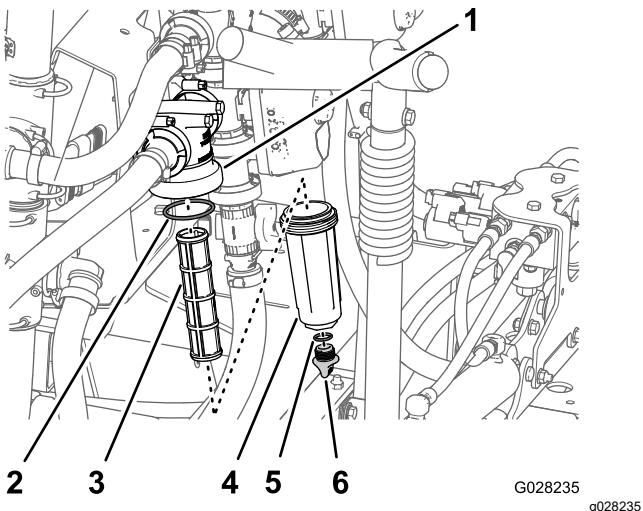

Figura 102
2. Alinhe um recipiente de escoamento debaixo do filtro de pressão (Figura 102).
3. Rode o tampão de drenagem no sentido contrário ao dos ponteiros do relógio e retire-o do recipiente do filtro de pressão (Figura 102).
4. Rode o recipiente no sentido contrário ao dos ponteiros do relógio e retire a cabeça do filtro (Figura 102).
5. Retire o elemento do filtro de pressão antigo (Figura 102).
6. Verifique o anel de retenção do tampão de drenagem (localizado no interior do recipiente) e o anel de retenção do recipiente (localizado no interior da cabeça do filtro) e veja se há danos e desgaste (Figura 102).
7. Instale o novo elemento do filtro de pressão na cabeça do filtro (Figura 102).
8. Instale o recipiente na cabeça do filtro apertando à mão (Figura 102).
9. Instale a tampa no depósito e aperte manualmente (Figura 102).